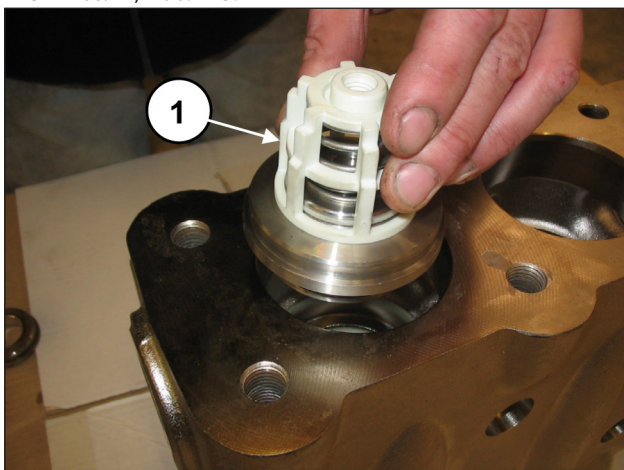
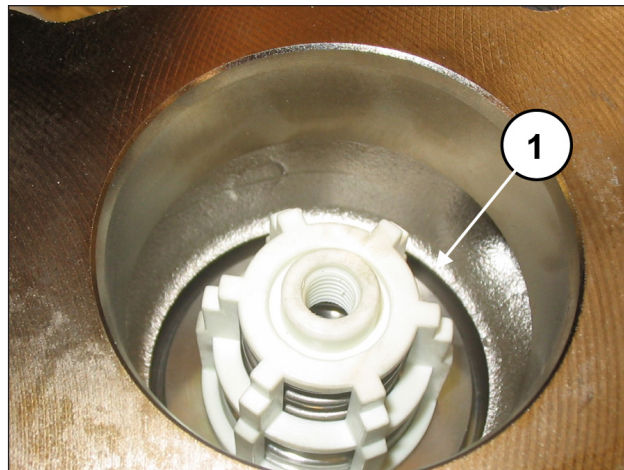

Abb. 124
Abb. 125
Setzen Sie die Druckventilgruppe ein (Pos. ①, Abb. 124). Die Ventilgruppe muss bündig eingesetzt sein und so erscheinen wie in Pos. ①, Abb. 125.